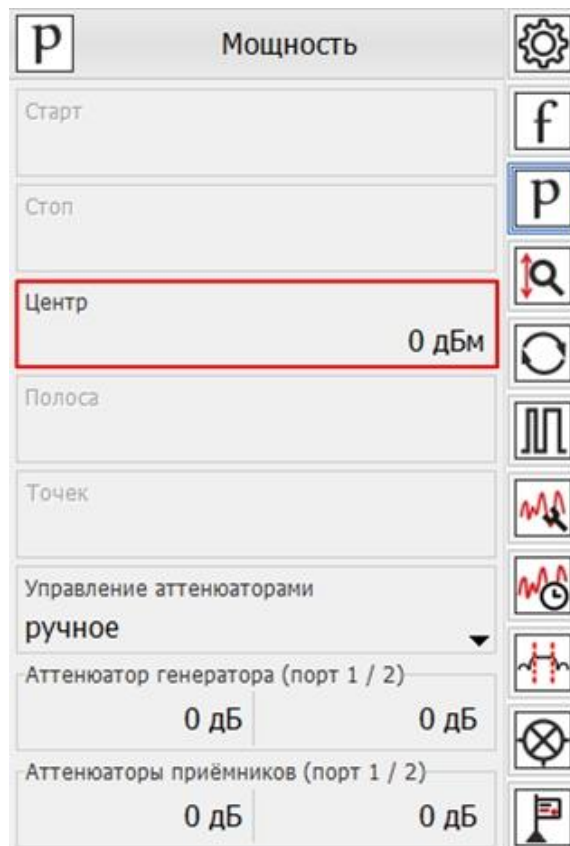

Рис. 32. Установка мощности зондирования для измерения смесителя «MD616»
5. В панели управления «Мощность» установить параметры мощности зондирования 0 дБм, рис. 32;